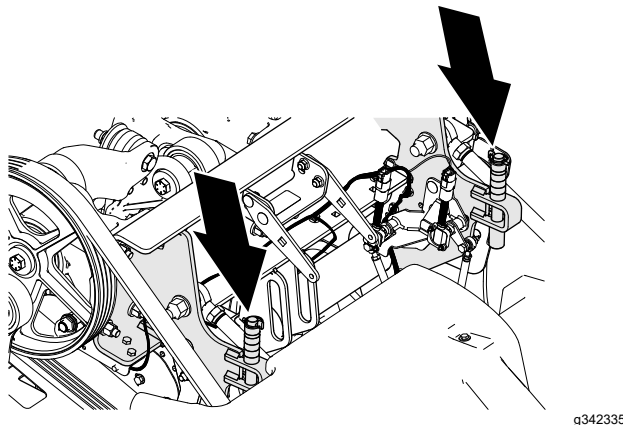
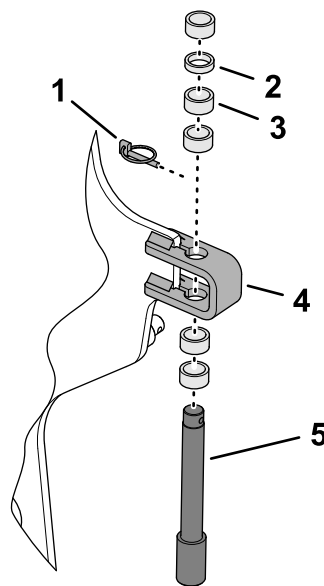

Figura 120
Figura 121
3. Retire el pasador de seguridad que fija el pasador de tope de profundidad y los espaciadores en el soporte de tope (Figura 120 y Figura 121).